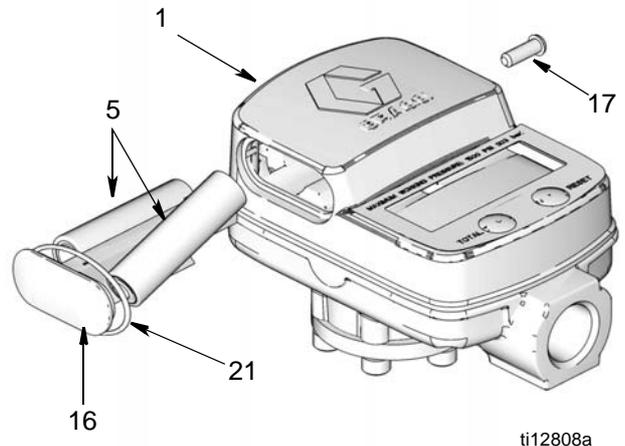

FIG. 13 Dépose du couvercle des piles
Sauf indication contraire, se reporter à la FIG. 13 pour les repères utilisés dans les instructions suivantes.
5. Remettre le couvercle (16) en place sur le corps du compteur (1). Mettre en place la vis (17). Veiller à ce que le joint (21) soit bien en place entre le corps et le couvercle (voir FIG. 13). Utiliser un tournevis pour serrer manuellement la vis (17).